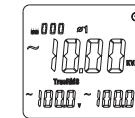

图9-1
- 4) 负载为三相四线制时，先按SELECT键选择第一相位Φ1，如图9-1，显示相位Φ1 无功功率kVAr值，电压V值，电流A值。